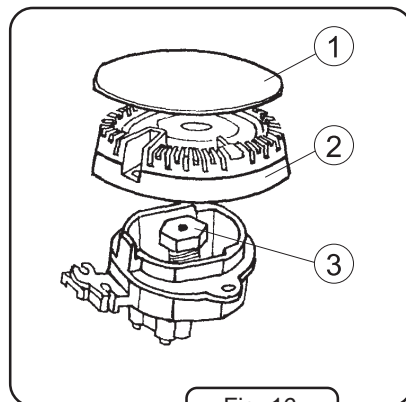
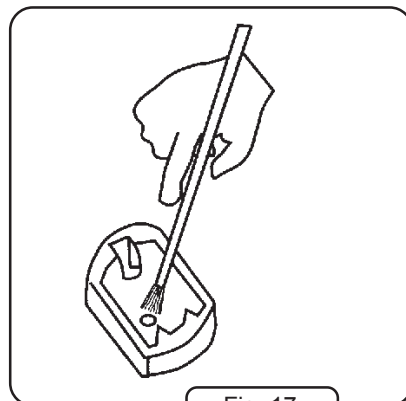

Fig. 16
Fig. 17
- Procediendo a limpiar los quemadores primero quite las tapaderas **1** y los difusores de gas **2** (fig. 16), póngalos a remojo en agua caliente con detergente y a continuación limpie cada una de las partes del quemador por separado.
- Es esencial mantener bien limpio el cuerpo quemador, en particular en la zona del inyector. La suciedad en los inyectores **4** (fig. 16) puede resultar en obturaciones, por lo cual la llama de los quemadores será débil o se apagará completamente. Para limpiar los inyectores frótelos con un pincel mojado en disolvente (fig. 17).